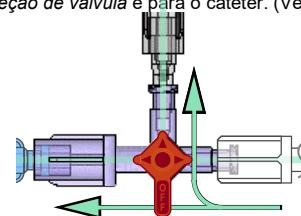

Figura 5 – Injeção de contraste (Armazenamento ABERTO)
- a. Para guardar o contraste durante uma injeção de contraste, oriente a torneira do DyeVert Power XT de modo que fique ABERTA para a *torneira de seleção de válvula* e para o cateter. (Ver Figura 5)